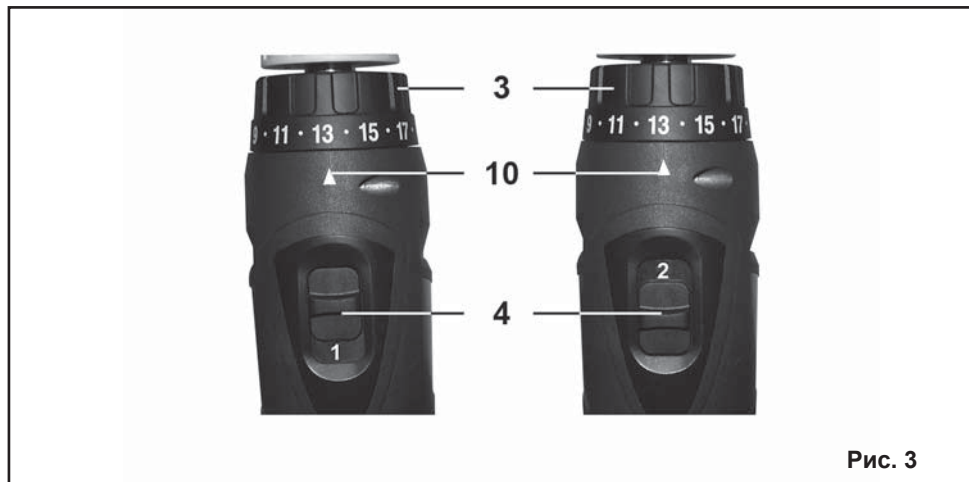

Рис. 3
7.3. Регулировка момента затяжки (Рис.3).
7.4. Переключение скоростей (Рис.3).